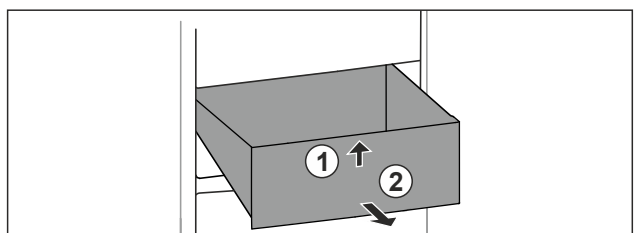

Fig. 71
- ▶ Unieść szufladę z przodu. Fig. 71 (1)
- ▶ Wyjąć szufladę do przodu. Fig. 71 (2)